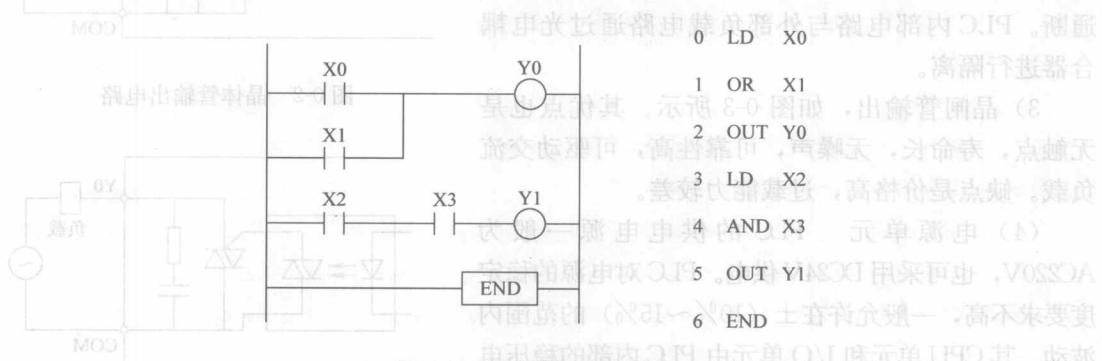

图 0-4 梯形图和指令语句
1) 梯形图语言。梯形图语言形象直观、逻辑关系明显、实用，是目前使用最多的一种 PLC 编程语言，如图 0-4 所示。
2) 指令语句。这种编程语言是一种和计算机汇编语言类似的助记符语言形式，它用一系列的操作指令组成语句表将控制流程描述出来，并通过编程器送到 PLC 中，如图 0-4 中的指令语句。它最大的缺点就是不直观，难以理解整个程序控制的过程，所以通常在 PLC 程序设计时，先用梯形图进行编程，再由梯形图转换为指令语句。